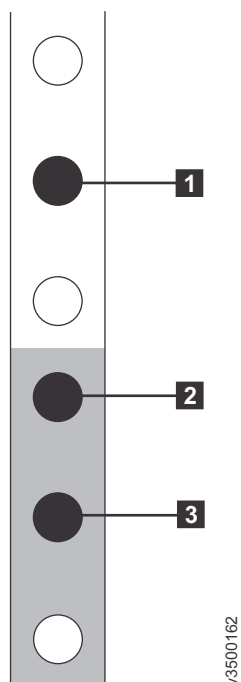

Рисунок 37. Расположения отверстий на передней стенке стойки
4. На передней панели стоечного шкафа найдите две стандартных единицы пространства в стойке (2U), в которых требуется установить опорные направляющие. рис. 37 на стр. 34 демонстрирует две единицы пространства в стойке с указанием передних монтажных отверстий.